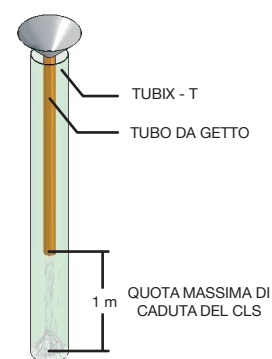

FIG. 2
9. Per altezze superiori ai 3 metri è assolutamente necessario utilizzare il tubo da getto anche per evitare fenomeni di separazione degli inerti (VEDI FIG.2);